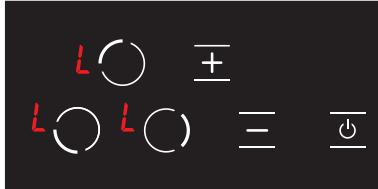

Abbildung 24
1. Wenn der Herd eingeschaltet und die Tastensperre aktiv ist, erscheint das Symbol **L** auf dem gesamten Bildschirm. (siehe Abb. 24) Wenn eine heiße Kochplatte vorhanden ist, werden die Symbole **L** und **H** abwechselnd auf dem Bildschirm angezeigt. Nur mit der **⊕** Taste kann der Herd ein- und ausgeschaltet werden.